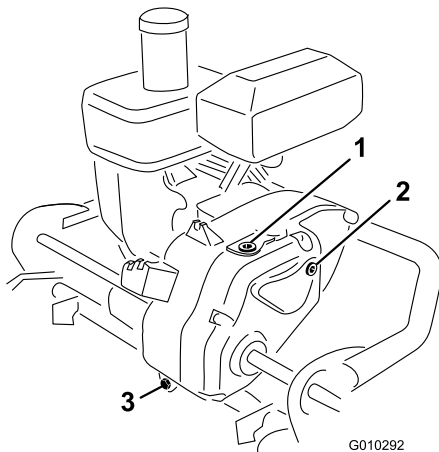

Figura 35
2. Retire el tapón de vaciado de la parte trasera de la transmisión (Figura 35).
3. Empuje el manillar hacia abajo e incline la máquina hacia atrás. Retire el tapón de verificación del lado derecho de la transmisión (Figura 35).
6. Retire el tapón de llenado de la parte superior de la transmisión (Figura 35). No retire el tubo de ventilación.